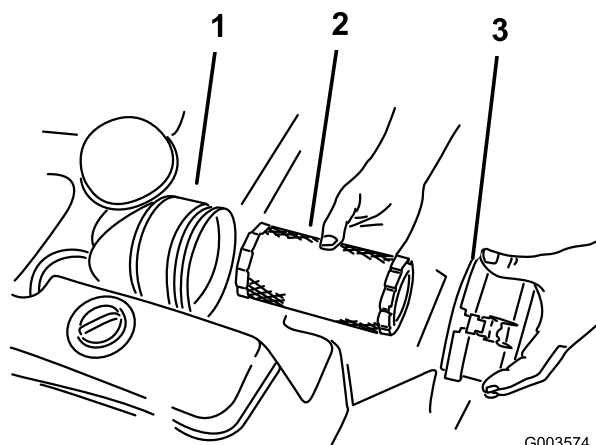

Figura 3
4. Rimuovete il coperchio del filtro dell'aria e il filtro (Figura 3).